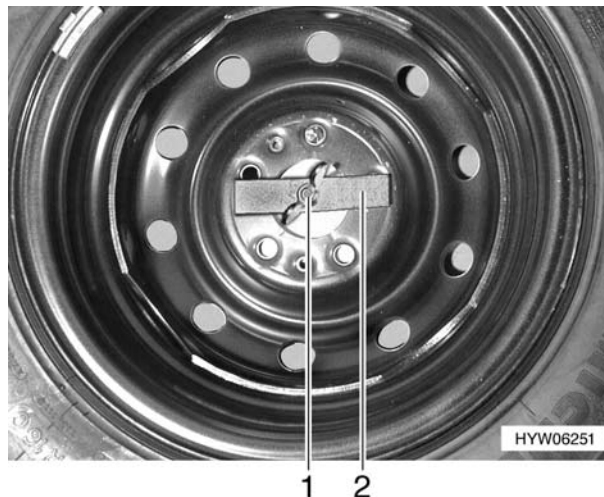

Fig. 216 Ruota di scorta nel gavone di coda (variante 1)
- Svitare manualmente il dado ad alette (Fig. 216,1) e rimuoverlo.
- Rimuovere la barretta di compressione (Fig. 216,2).